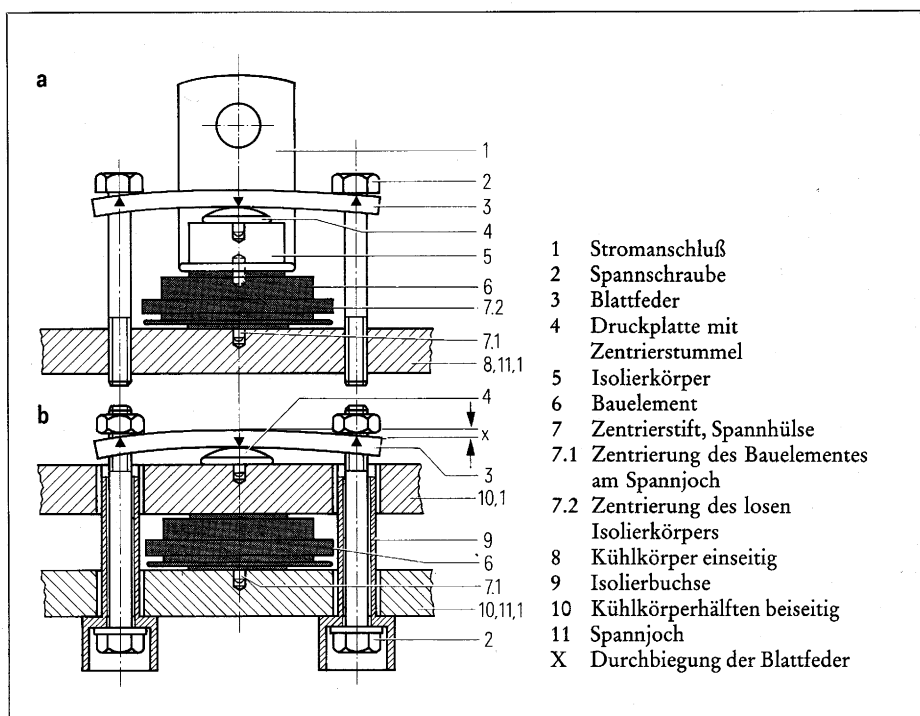
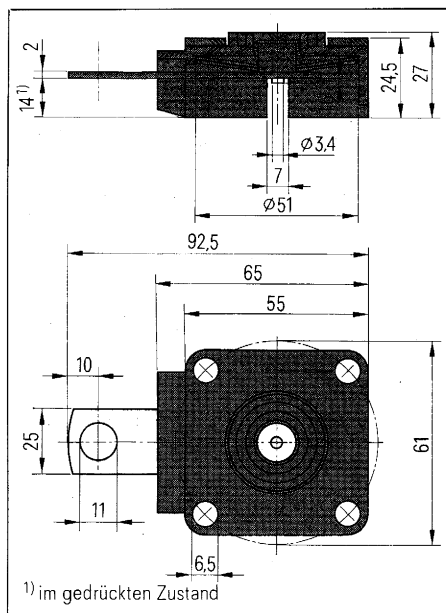

Bild 4 Bauelemente in Flat-pack-Gehäuse
Bild 5 Spannkappe für Bauelemente in Flat-pack-Gehäusen (Beispiel: Typ S61A1N), Anwendung einseitiger Kühlung
- die einseitige Kühlung (Bild 4 a) und
- die doppelseitige Kühlung (Bild 4 b).
Der Federspeicher besteht üblicherweise aus einer oder mehreren Blattfedern, deren Durchbiegung ein Maß für die erreichte Kraft ist (Bild 4). In speziellen Fällen gibt es vorgebogene Blattfedern: gerade gezogen (mit einem Lineal geprüft) ergeben sie die richtige Kraft. Eine dritte Variante sind Tellerfedern an jeder Spannschraube, wobei die richtige Kraft weder durch eine Längenmessung noch mittels Drehmomentschlüssels festgestellt werden kann. Hier gilt nur: eine Presse bringt den erforderlichen Druck auf, die Spannschrauben werden wechselnd gleichmäßig angezogen, und nach Entlastung der Presse stimmt der Druck. Die vierte Variante sind Tellerfedern in einer Spannkappe (Bild 5). Der erforderliche Druck ist erreicht, wenn die Spannkappe mit vier Schrauben angezogen am Rande der Kontaktfläche überall aufliegt.
Bezüglich der Befestigungs- bzw. Spannmethoden dürften Spannkappen die einfachste Handhabung bieten und eine gute Alternative zur Spannvorrichtung nach Bild 4 a bilden, weil
- Von einer Montage ohne Druckausgleichsmittel wird abgeraten, denn der Druck muß möglichst gleichmäßig über die Siliziumtablette verteilt werden. Ein solches Ausgleichsmittel ist die sogenannte Druckplatte in Bild 4.
• Scheibenbauelemente erfordern eine Zentrierung, wie sie in Bild 4 erkennbar ist. Bei einseitigem Kühlkörper ist das Bauelement beidseitig über Spannhülsen zu führen. Bei doppelseitiger Kühlung ist die Zentrierung nur auf der Seite der Kühlkörperhälfte erforderlich, die als Joch der Spannvorrichtung dient.